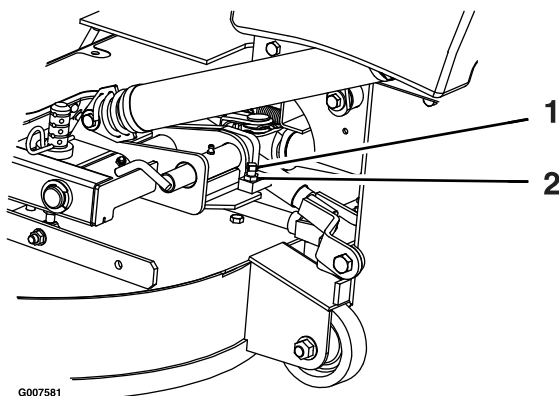

Figura 61
2. Afloje la contratuerca y gire el tornillo de tope en el sentido de las agujas del reloj hasta que los pestillos de bloqueo estén apretados y no puedan girarse a mano (Figura 61).